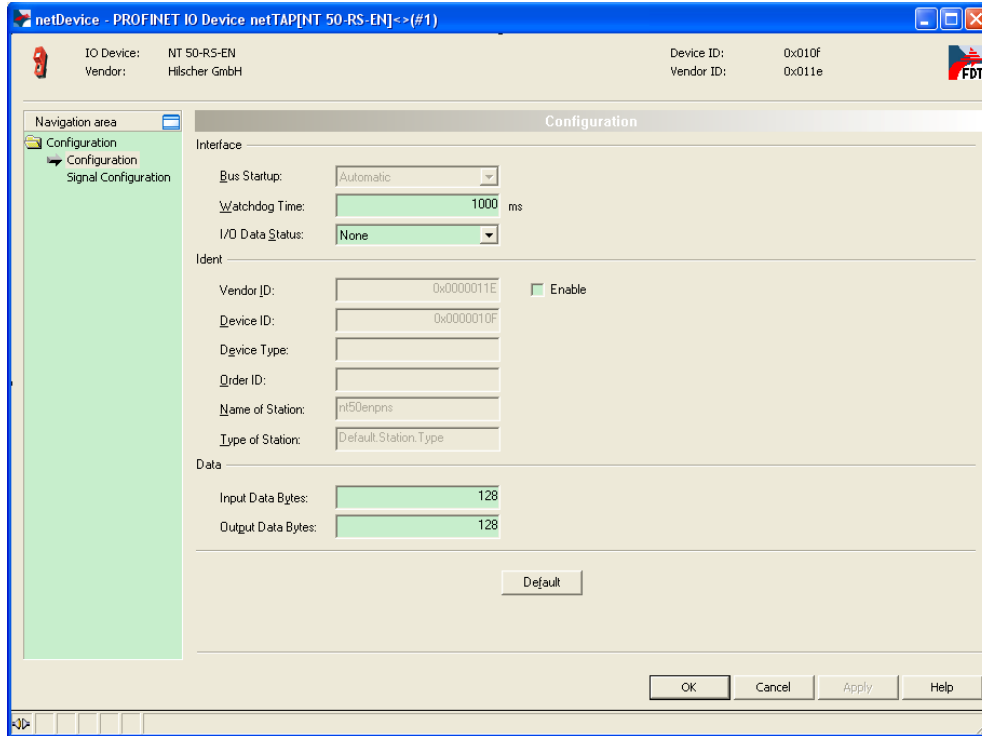

图 23
- 7) 右击网关图标，选择“Configuration” “PROFINET IO Device”，弹出对话框，设置网关作为 PROFINET 从站的参数，主要是输入输出字节，如图 23 所示。